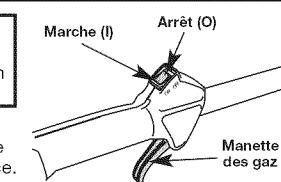

Fig. 3
REMARQUE : Il n'est pas nécessaire de faire démarrer la machine. La commande Arrêt/ Marche est en position **Marche (I)** en permanence (Fig. 3).